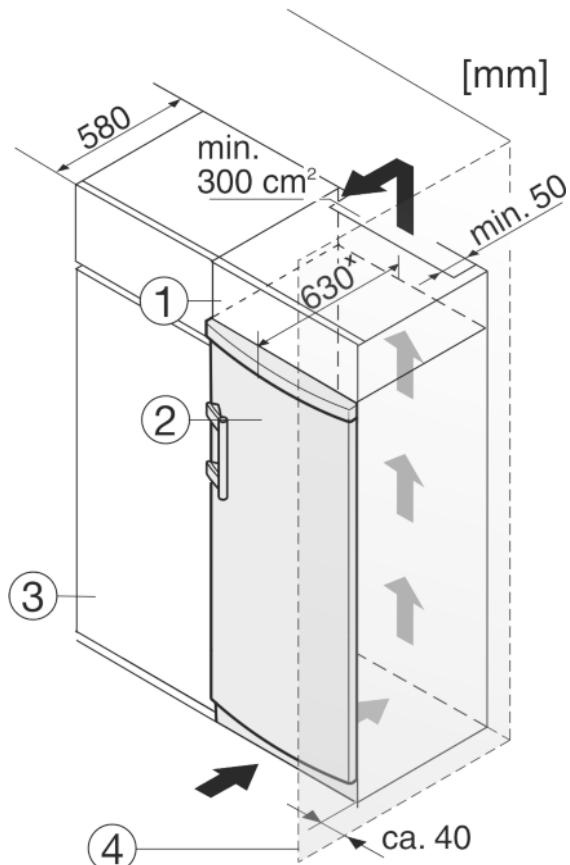

Fig. 10
A készüléket körbe lehet építeni konyhaszokrénnyekkel. Rá lehet szerelni egy rátétszokrénnyel Fig. 10 (1), hogy a készüléket Fig. 10 (2) a konyhabútorok magasságához igazítsa.
Ha a berendezést (max. 580 mm mélységű) konyhaszokrénnyekkel építi körül, akkor közvetlenül a konyhaszokrénnyel Fig. 10 (3) mellett is felállíthatja. A készülék oldalirányban 34 mm ×, a közepétől pedig 50 mm × távolságban nyúlik túl a konyhaszokrénny előlapjához képest.
Mikor a berendezést a csuklópántokkal egy fal *Fig. 10 (4)* mellett állítja fel, akkor a berendezés és a fal közti távolság legalább 40 mm legyen. Ez nyitott ajtó esetén megfelel a fogantyú túlnyúlásának.